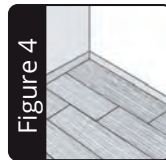

Figure 4
4. Achten Sie bei der Verlegung von RIGID CLICK darauf, dass die Verbindungsstellen der kurzen Seiten versetzt sind. Wir empfehlen eine treppenförmige Zufallsverlegungsmethode (Abbildung 4). Halten Sie für das letzte Paneel eine Mindestlänge von 20 cm für die gesamte Verlegung ein.